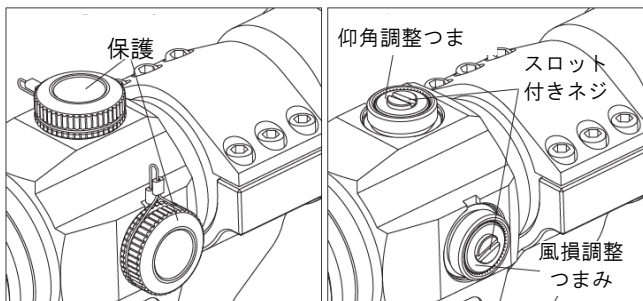

図6
1. サイトの上に仰角調整つまみがあり、風損調整つまみは右側にあります(図6参照)。サイトは工場出荷時に、ほぼゼロに調整されています。
2. 保護キャップ上の内蔵ねじ回しツールはゼロ調整に使用できます(図6参照)。キャップ内側のラベルを参照してください。
3. 保護キャップ(図6参照)を開け、スロット付きねじ回しをスロット付きねじに合わせ、ねじを回し、左右に動かして調整します。左クリックまたは右クリックによる調整は、0.5MOA値に相当します。